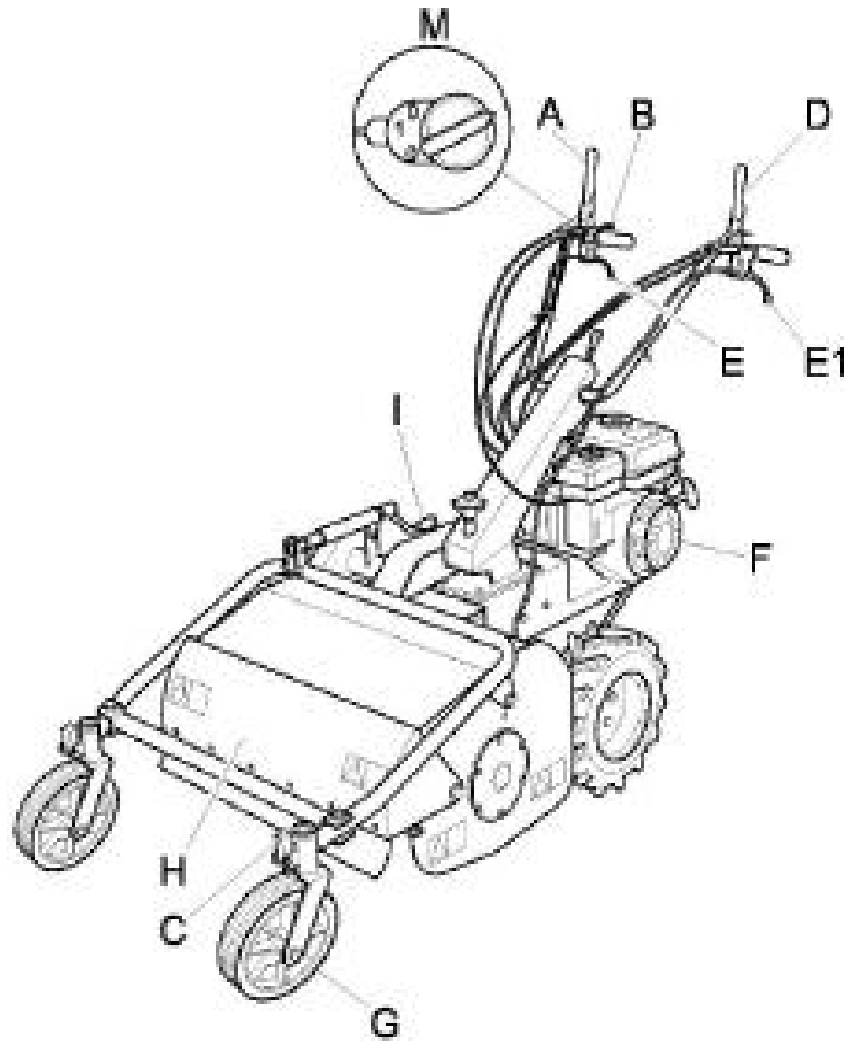
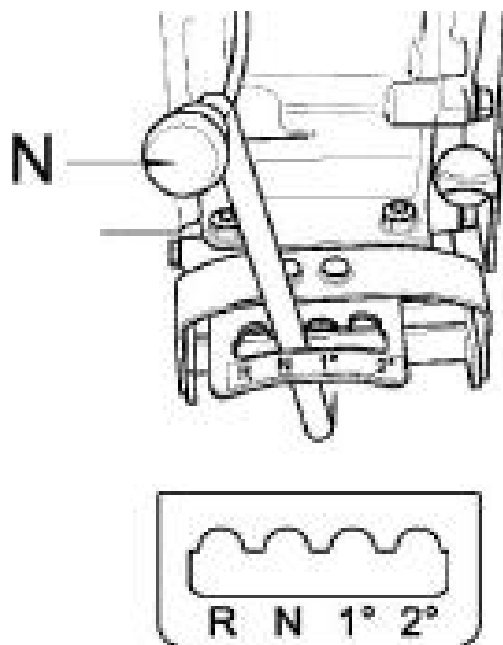

Figure 1
Figure 2
La protection antérieure (Fig. 1 Réf. H) s'ouvre ou se ferme automatiquement en fonction du volume de l'herbe à couper. L'utilisation de la machine est interdite lorsque la protection est ouverte car cela risquerait de provoquer la projection d'objets.
Vérifier que vous avez correctement sélectionné la position du levier (Fig. 2 pos. N) et que ce dernière est solidement en position ; dans le cas contraire, actionner brièvement le levier d'avance (Fig. 1 Pos. A) afin de permettre l'enclenchement parfait de la vitesse. Ceci peut être plus particulièrement utile durant les premières heures de fonctionnement de la machine.
- Avant de démarrer le moteur, vérifier que les deux leviers d'enclenchement (embrayage d'avance - Fig. 1, Réf. A et embrayage lames - Fig. 1, Réf. D) se trouvent en position de désactivation (relâchés) ; le frein est alors automatiquement actionné ; par conséquent, positionner le levier de vitesse au point mort (voir Fig. 2 , ref. N)
- Le couvercle de protection situé devant les lames (Fig. 1, Réf. H) doit toujours être fermé durant l'utilisation de la machine.